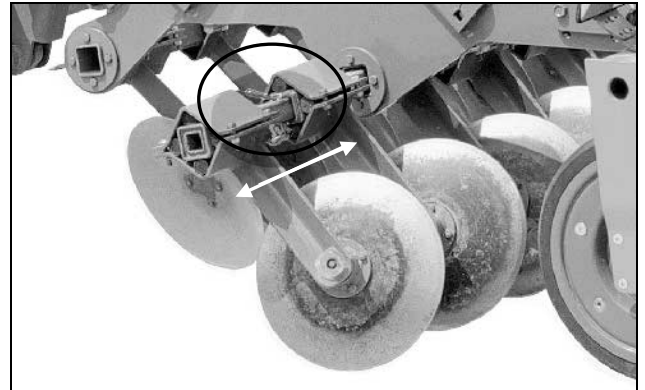

Fig. 39
- Randscheiben (Fig. 39) einschieben und mittels Sicherungsbolzen und Klappstecker fixieren.